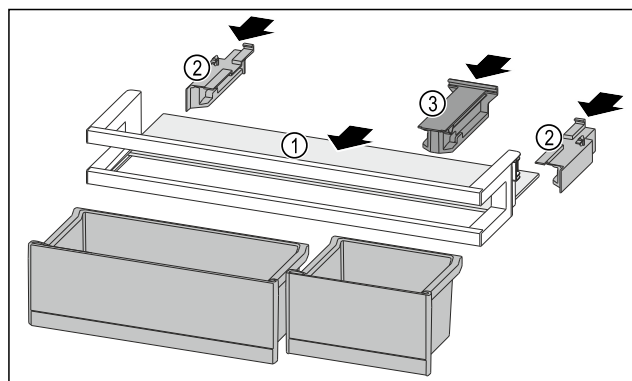

Fig. 267
- Odkládací plochu Fig. 267 (1) zasuňte do bočních vybrání.
- Boční díly Fig. 267 (2) vložte.
- Držák Fig. 267 (3) vložte.